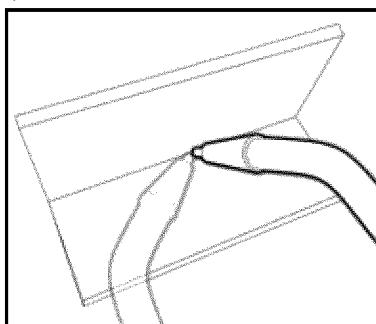

Fig. 10b
- El ángulo B (Fig. 10b) es el ángulo formado por el soplete en relación con la dirección de su recorrido. Variar este ángulo puede ayudar al operador a ver el arco y la posición del cordón de soldadura. Además, aumenta o reduce la penetración. Rotar la punta de contacto y la boquilla en la dirección de su recorrido ayuda a reducir la penetración al desviar la fuerza del arco. Rotar la punta de contacto y la boquilla en la dirección opuesta a la de su recorrido aumenta la penetración al dirigir la fuerza del arco al baño de fusión de la soldadura.